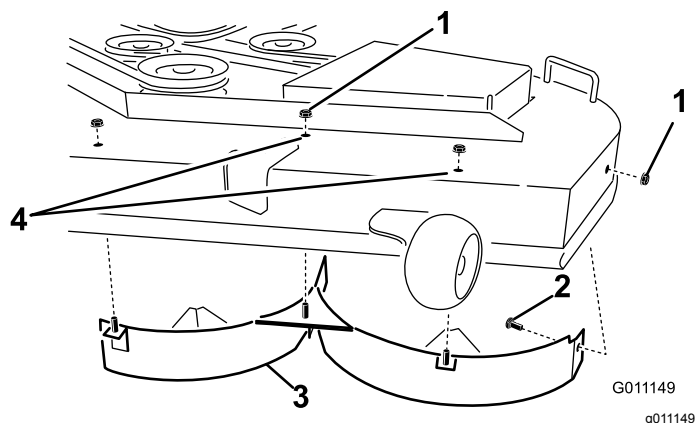

Figura 28
4. Retire las 2 contratuercas (5/16") de las clavijas soldadas del deflector izquierdo, en la parte superior de la carcasa del cortacésped, en las posiciones centro y centro izquierda (Figura 28).
6. Retire el deflector izquierdo de la carcasa del cortacésped según se muestra en Figura 28.